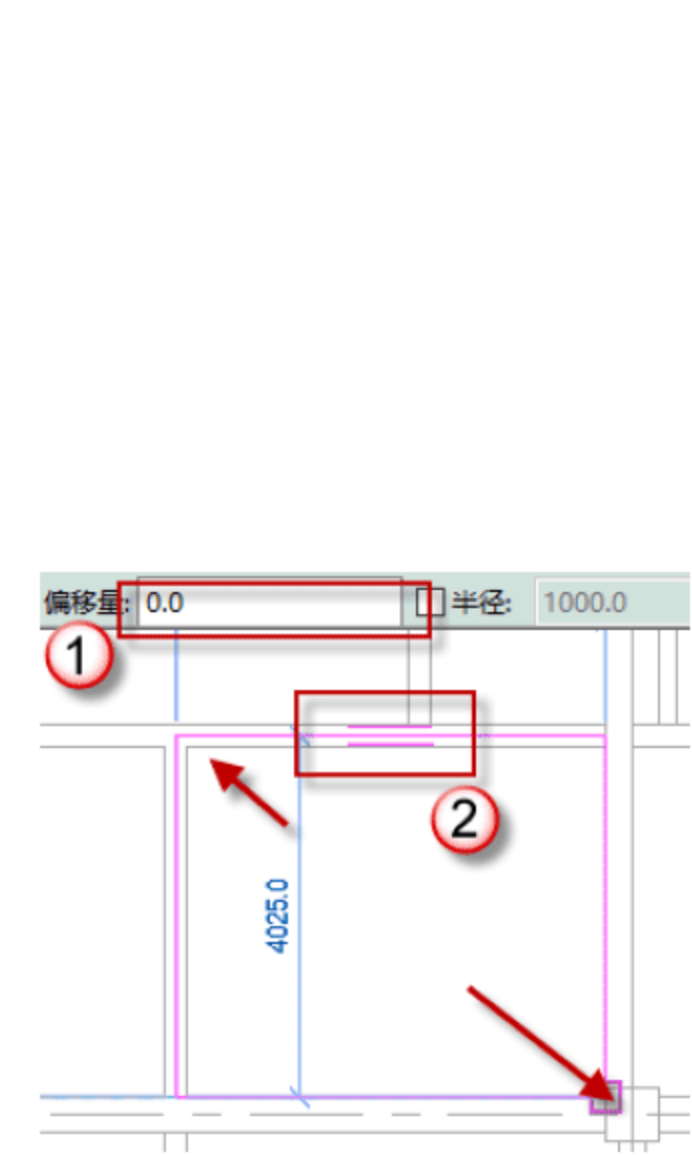

图 4.3.13 绘制 6 号板
- (13) 绘制 6 号板，单击“矩形”按钮，绘制 6 号板，调整跨方向，将偏移量设置为 0，单击√按钮，完成绘制，如图 4.3.13 所示。
单击 ✓ 按钮，完成绘制，如图 4.3.13 所示。